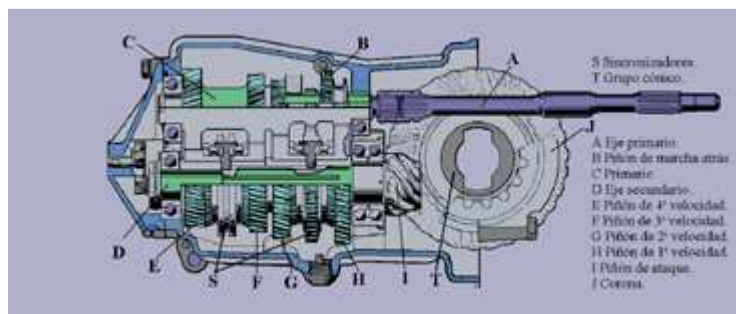

Fig. 32
**Caja de cambios manuales de toma constante simplificada sincronizadas (fig. 32)**
El mismo desplazable se usa para dos velocidades, ya que lleva un cono a cada lado, y el desplazable exterior engrana con uno u otro piñón, como puede apreciarse en la fig. 32, en la que, mediante dos sincronizadores, se consiguen cuatro velocidades sincronizadas.